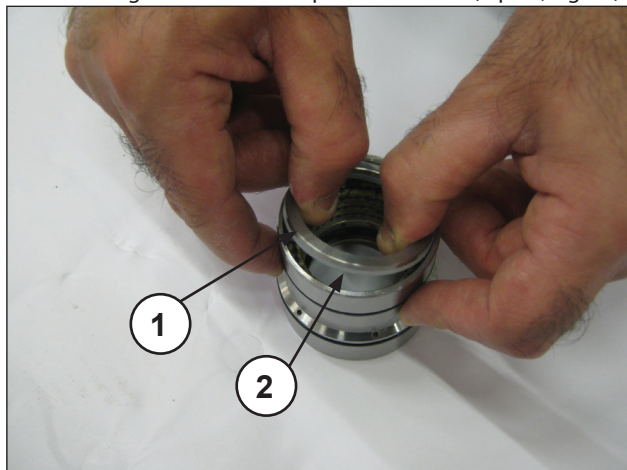
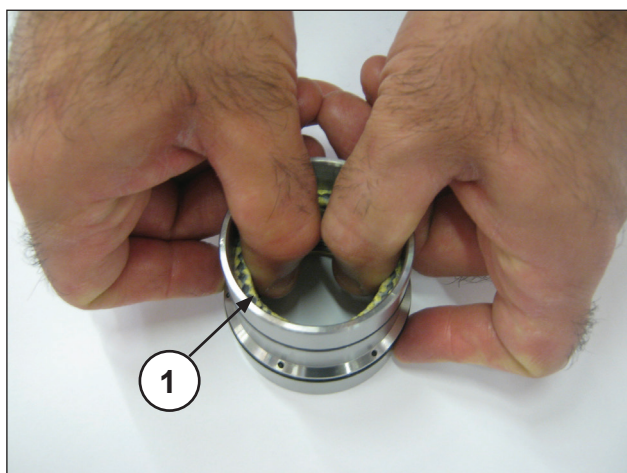

Fig. 48
Fig. 49
Séparer le support des joints de la chemise, déposer l'anneau pour ressort et le segment racleur (rep. ①②, Fig. 48) pour accéder aux garnitures mécanique d'étanchéité (rep. ①, Fig. 49).